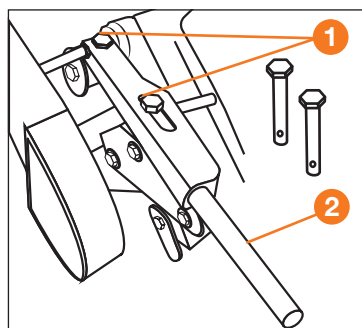

Рис. 9.1
- Установите рычаг переключения передач: для **DATM 2.1, 4.2** рис.9.1 для **DATM 6.2 PRO** рис 9.2.